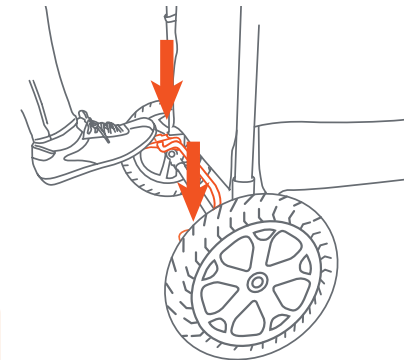

Fig. 15
15) • To engage brakes, apply light downward pressure to the brake levers located on each rear wheel. The wagon may require slight forward or rearward movement in order to line up the teeth on the brake with each wheel brake cluster (Fig. 15).
- Para aplicar los frenos, ejerza una ligera presión hacia abajo a la palanca del freno situada en cada rueda trasera. El vagón podría requerir un leve movimiento hacia delante o hacia atrás para alinear los dientes del freno con el piñón del freno de cada rueda (Fig. 15).